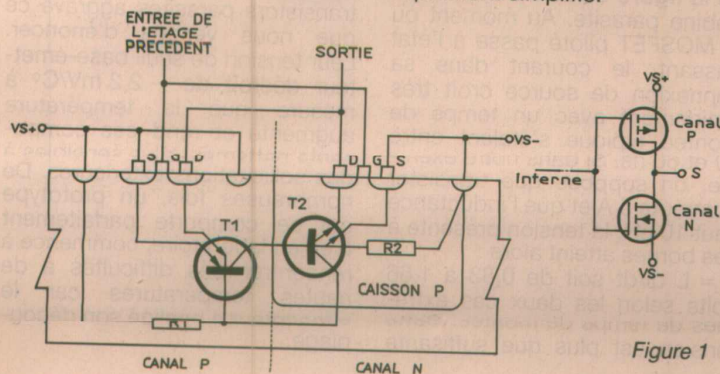
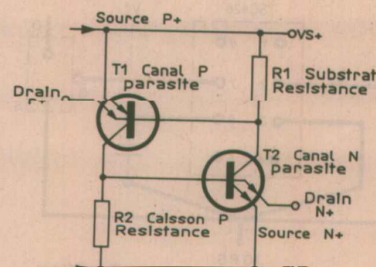

Figure 1
Figure 2
La fabrication d'un circuit intégré CMOS entraîne la formation parasite de transistors au sein des matériaux. Ces éléments, inhérents à la structure CMOS, sont inévitables. La figure 1 détaille l'intérieur d'un étage de sortie qui témoigne de la présence d'un transistor PNP à l'intérieur de la couche P, et d'un NPN dans la couche N. Les diverses connexions internes conduisent l'ensemble à former un thyristor à quatre couches. La figure 2 représente son circuit équivalent simplifié.
- si la broche DRAIN P + (figure 2) passe momentanément au dessus du rail $V_s +$, la jonction du transistor Q1 se trouve polarisée au travers de la résistance R1 et entraîne la conduction de Q1. Un potentiel naît alors aux bornes de R2 et lorsque celui-ci atteint 0,6 volt, Q2 entre en conduction, confortant maintenant Q1 dans sa position précé-
Le schéma est donné à la figure 2.